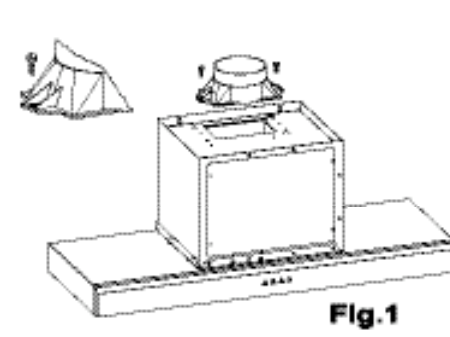

Fig.1
Si la campana fuera utilizada en su versión *ASPIRANTE*, conectar la pieza plástica cónica de salida (H), suministrada con la campana (diámetro 125 mm.) a un conducto de evacuación conectado directamente con el exterior. (Fig. 1).